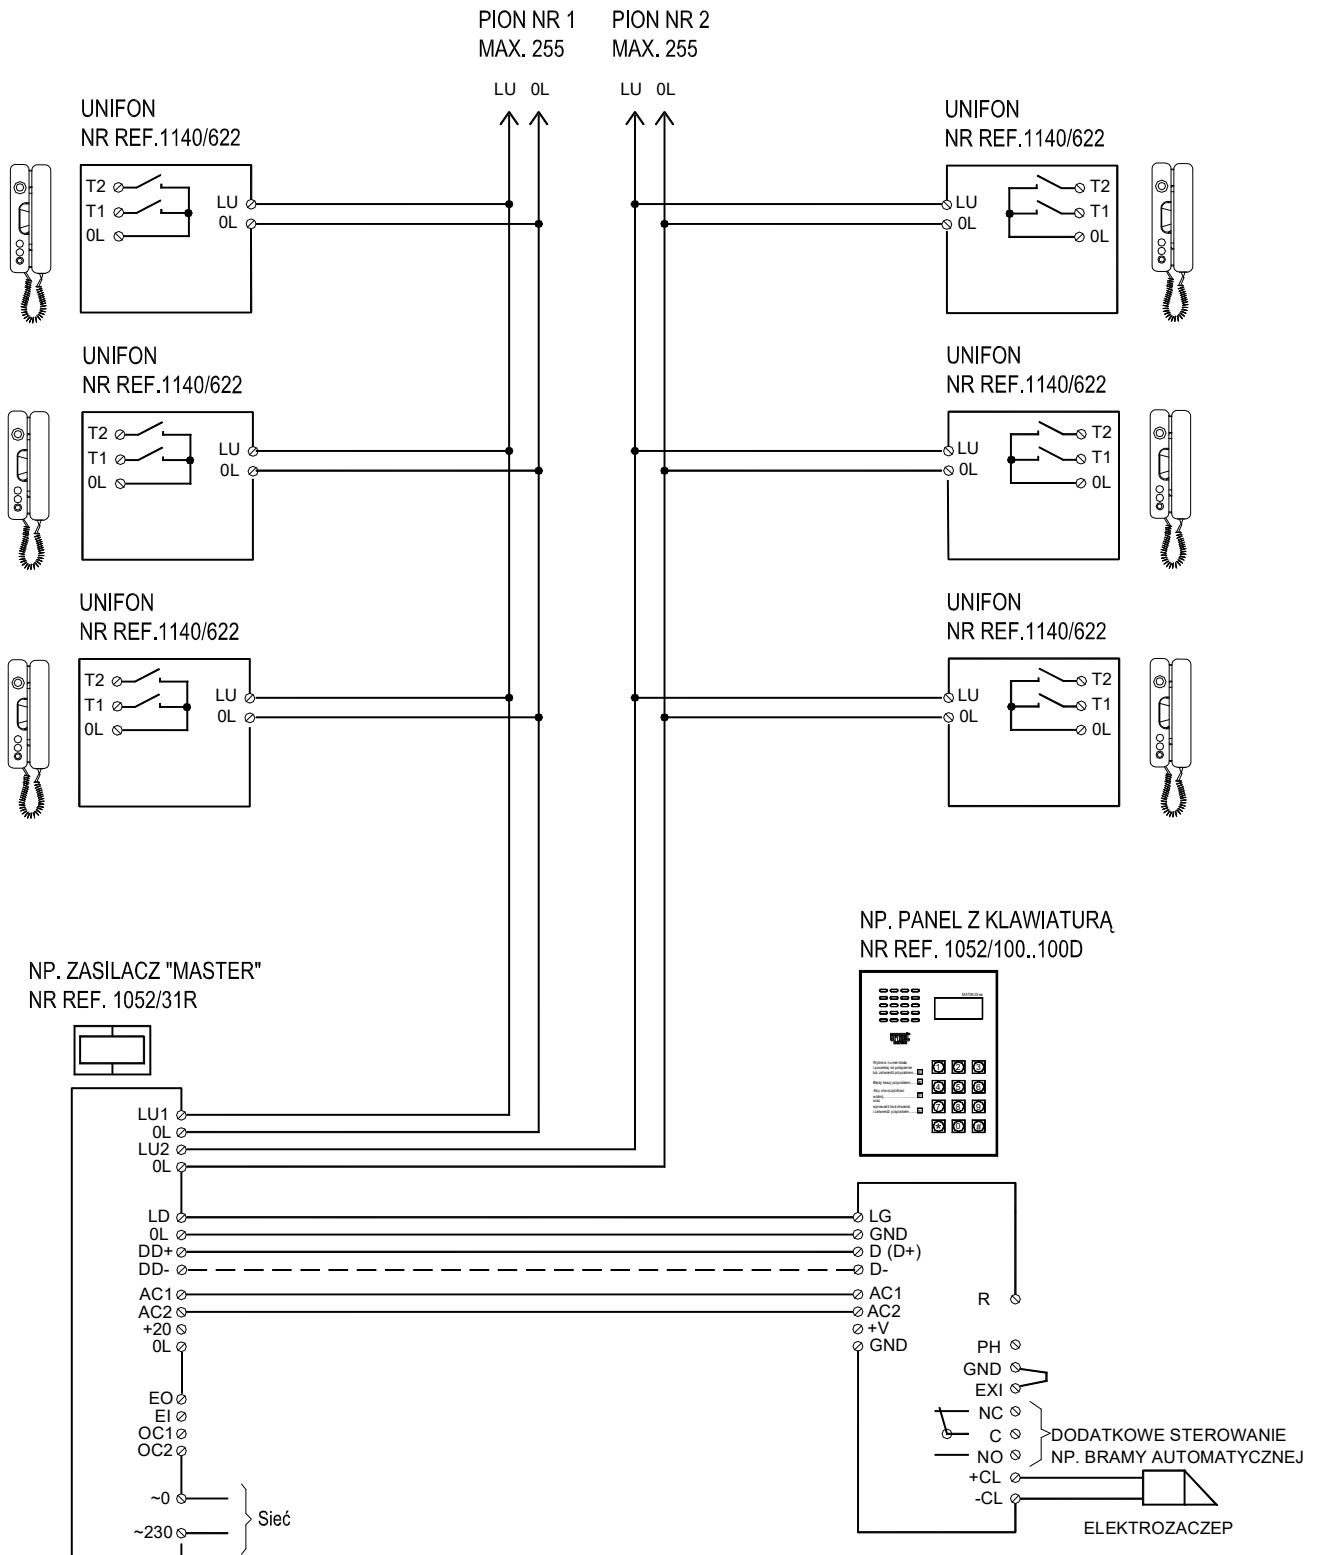

Rys. 2
2. Przymocować unifon do ściany przy użyciu 2 kołków rozporowych dostarczonych wraz z unifonem (Rys. 2).